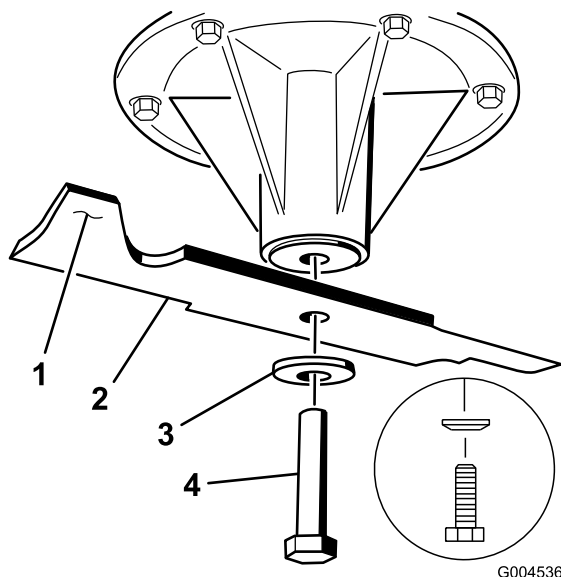
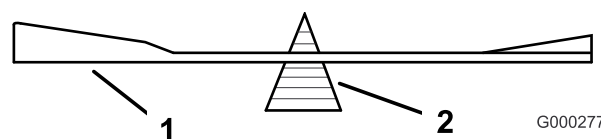

Figura 80
Figura 82
2. Retire a cavilha da lâmina, a anilha curva, e a lâmina do eixo (Figura 80).
2. Verifique o equilíbrio da lâmina colocando-a num equilibrador de lâminas (Figura 82). Se a lâmina ficar na horizontal é porque está equilibrada e pode ser utilizada. Se a lâmina não estiver equilibrada, lime algum metal da extremidade da aba apenas (Figura 80). Repita este procedimento até a lâmina estar equilibrada.